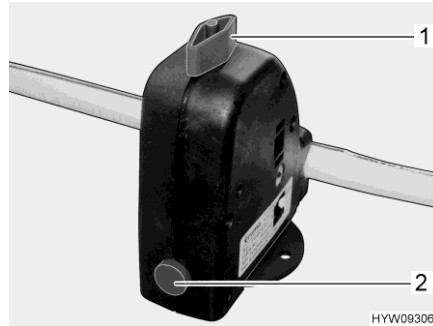

Bild 97 Sicherheits-/Ablassventil (Truma)
- Sicherheits-/Ablassventil (Bild 97) schließen. Dazu den Drehknopf (Bild 97,1) quer zum Sicherheits-/Ablassventil drehen und den Druckknopf (Bild 97,2) eindrücken.